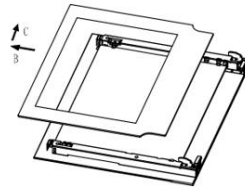

Fig.2
2. Lepaskan kaca bagian dalam secara perlahan ( Fig.2 )